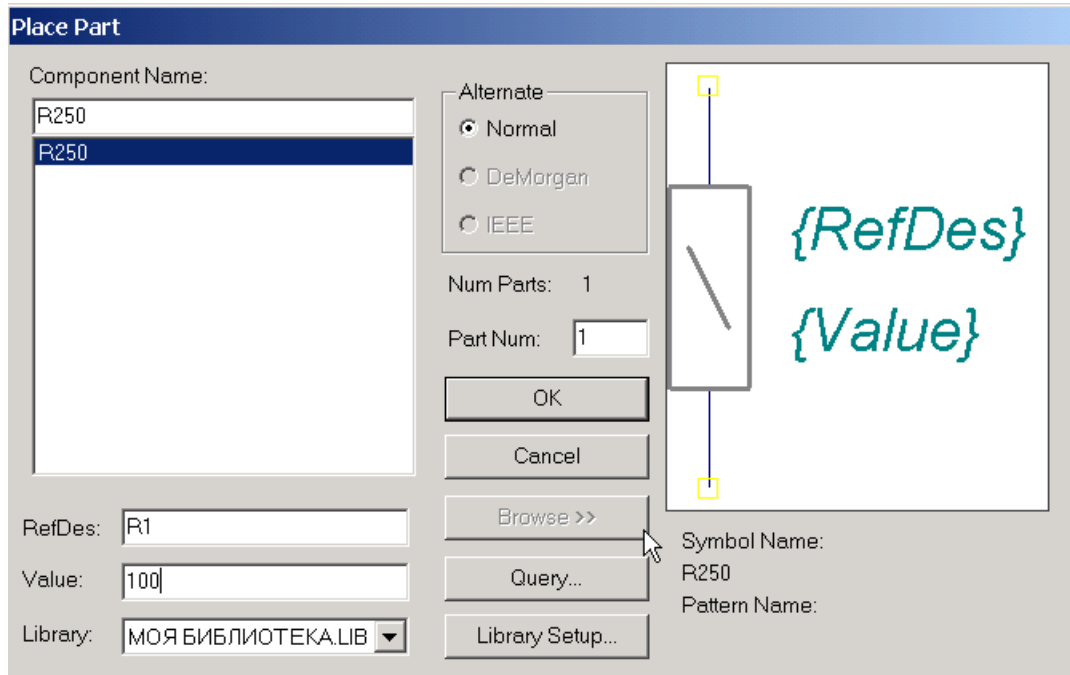

Рис. 5-9. Панель выбора компонентов из библиотеки
- 3) Щелкните левой кнопкой мыши на поле чертежа для открытия панели **Place Part** выбора компонентов из библиотек (см. рис. 5-9).